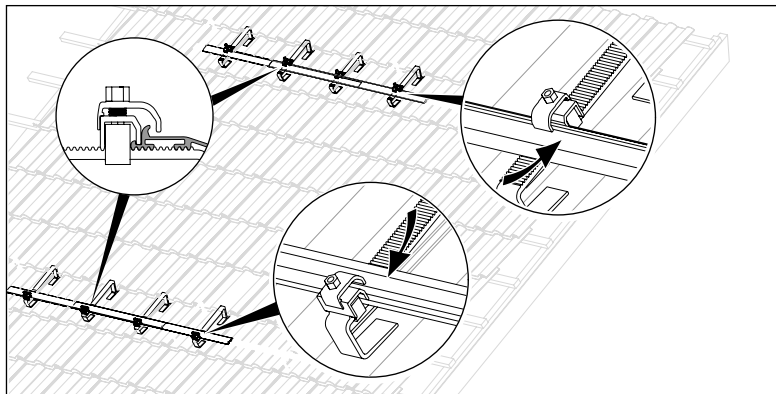

Рис. 6.8 Монтаж монтажных планок
- Соедините монтажные планки и закрепите их зажимными элементами на кровельных анкерах (ср. рис. 6.8).